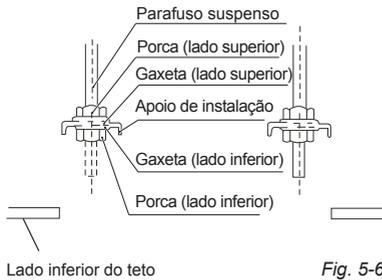

Fig. 5-6
1. Ajuste o local da porca; o intervalo entre a gaxeta (lado inferior) e o teto deve ser ajustado conforme as circunstâncias reais de construção. Consulte a Fig. 5-6.